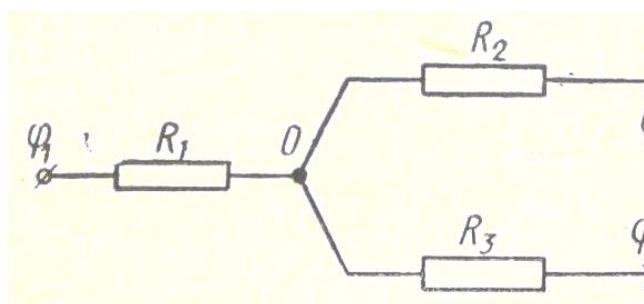

Рис.11.
10. В некоторой цепи имеется участок (рис. 11)